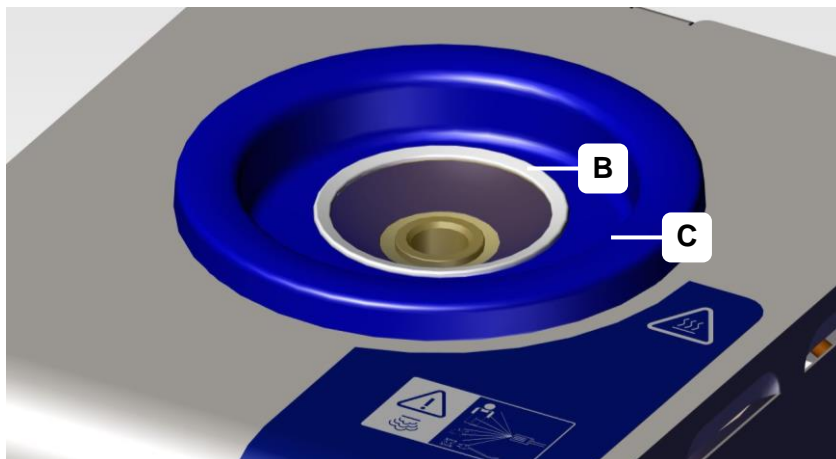

Figure 6.2.2: placer le tamis dans le bac collecteur
3. Placez le tamis (figure 6.2.2) fourni dans le bac collecteur.